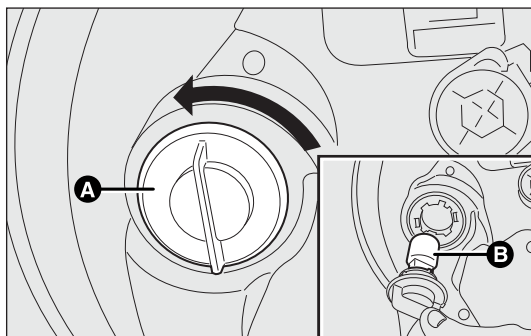

fig. 138
- ☐ tourner la douille A-fig. 138 dans le sens inverse aux aiguilles d'une montre et l'extraire ;